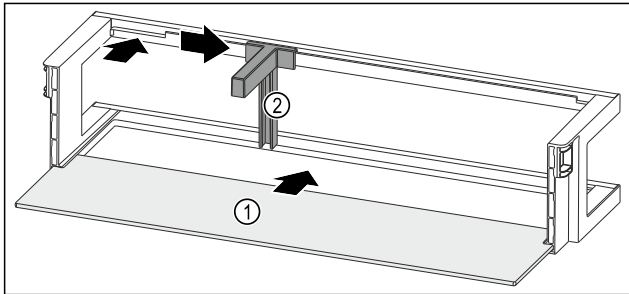

Fig. 123 Лотки на дверцятах з полицю
- Посуньте полицю Fig. 123 (1) у бічні пази.
- Вставте тримач пляшок Fig. 123 (2) у паз.
- Пересуньте тримач пляшок Fig. 123 (2) убік до бажаної позиції.